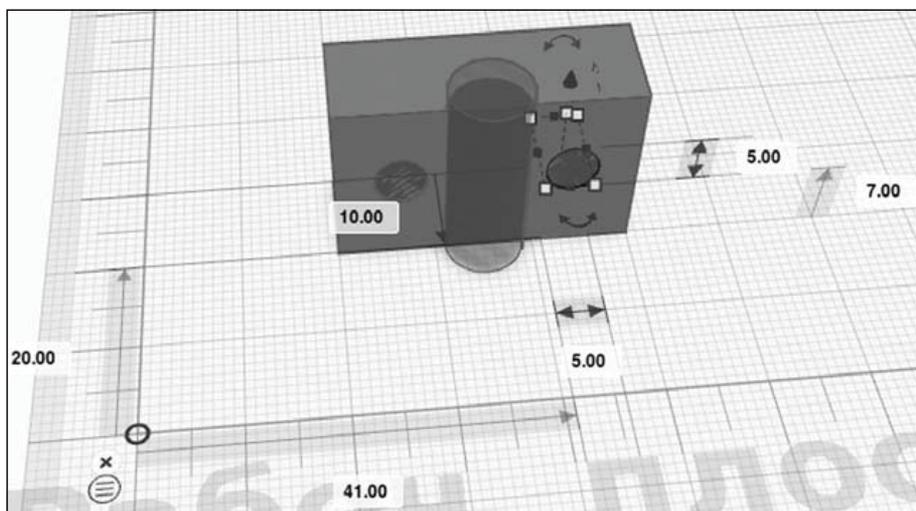

Рис. 44. Добавление второго отверстия
7. Добавить второй цилиндр с помощью **Ctrl + C**, **Ctrl + V** (рис. 44).